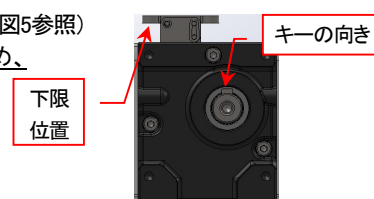

図 5
23. 駆動部底面で据付けた場合、ストローク下限で入力軸のキー溝がほぼ上面(図5参照)を向きます。ただし同期などを行う場合、バックラッシなどの個体差があるため、多少ずれが生じますので、位相を調整する機構を別途設けてください。